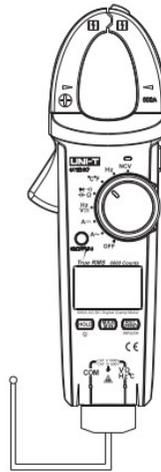

Figura 13
10. Temperatura (Solo UT216C) (Ver figura 13)